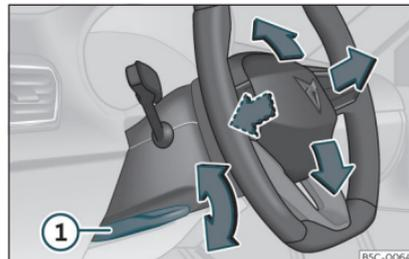

Fig. 4 Leva nella parte inferiore del lato sinistro del piantone dello sterzo.
- Tirare la leva >>> fig. 4 ① verso il basso, muovere il volante verso la posizione desiderata e risollevarla la leva fino al punto di chiusura. >>>
- Dopo aver regolato il piantone dello sterzo, spingere fermamente la leva»» fig. 4 ① verso l'alto affinché il volante non cambi posizione accidentalmente durante la marcia.